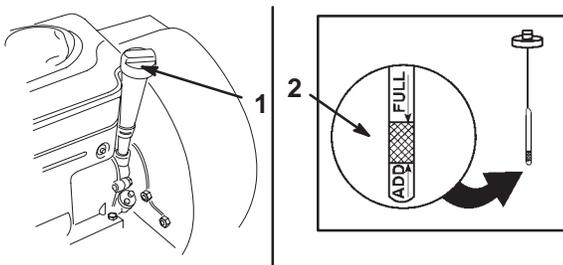

Figure 10
3. Nettoyez la surface autour de la jauge d'huile (Fig. 10).
4. Sortez la jauge d'huile et essuyez soigneusement l'extrémité métallique (Fig. 10).
5. Revissez la jauge complètement dans le goulot de remplissage (Fig. 10).
7. Si le niveau est bas, versez lentement une quantité d'huile suffisante dans le goulot de remplissage pour amener le niveau au repère du plein (F).